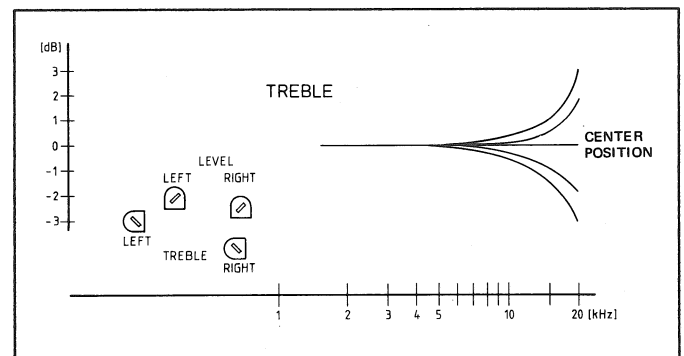

Fig. 5.3
- Pour le son de référence (250 nW/m), régler sur une tension de sortie de + 2 dBu (0,97 V) à l'aide du potentiomètre d'équilibrage R36 ou R81 (niveau (Fig. 5.3))
- A l'aide du potentiomètre d'équilibrage R39 ou R82 (treble), pour 16 kHz, régler sur une courbe de réponse de lecture linéaire (Fig. 5.3)